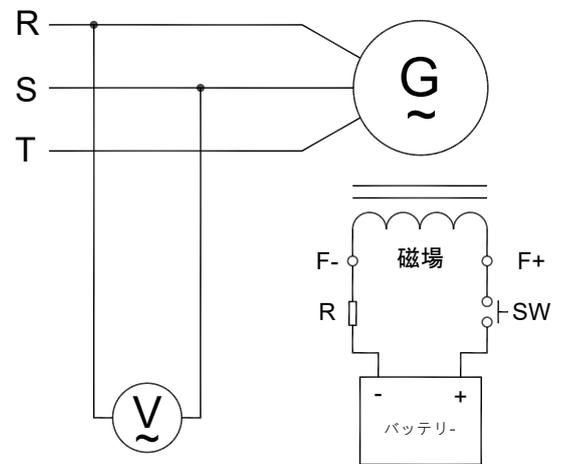

図4 手動励磁回路図
4.2.1 発電機を停止し、AVRと発電機の配線を外してから、残留磁束電圧の再励起を行います。励磁時間は約3秒です(図4参照)。